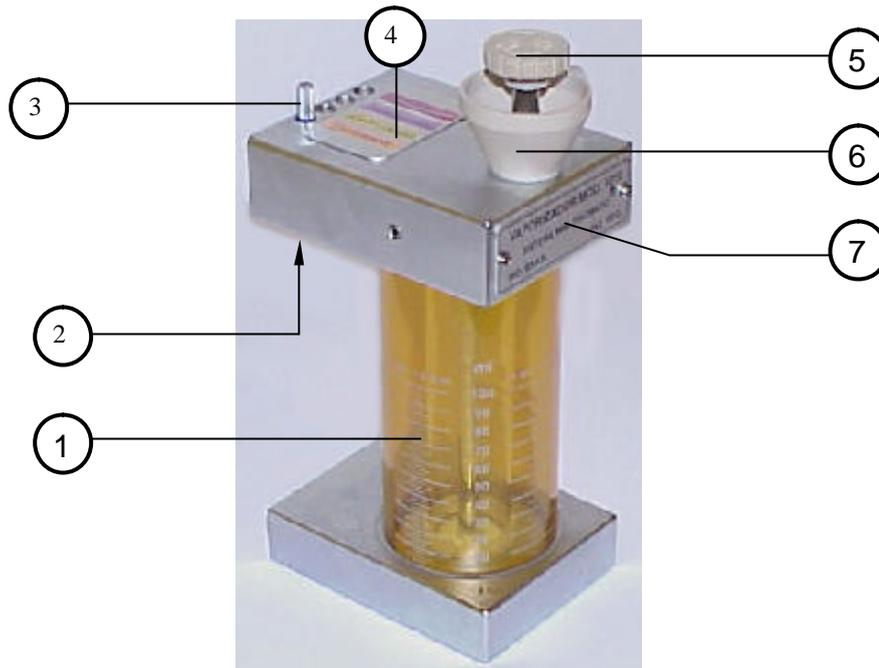

Figura 6.28: Câmara de Borbulhamento Mini-Pinomatic
Os itens abaixo se referem à Câmara de Borbulhamento Mini-Pinomatic do Vaporizador 1415 (Figura 6.28).
*A tampa deve estar fechada com firmeza durante a anestesia, para que não haja vazamento de gases. Verificar o perfeito estado da arruela plástica de vedação do funil, para que não haja vazamento de gases (Figura 6.28).*